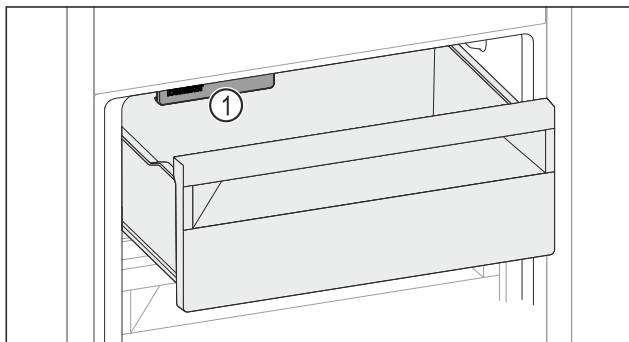

Fig. 111
- ▶ Uwzględnić IceMaker Fig. 111 (1).